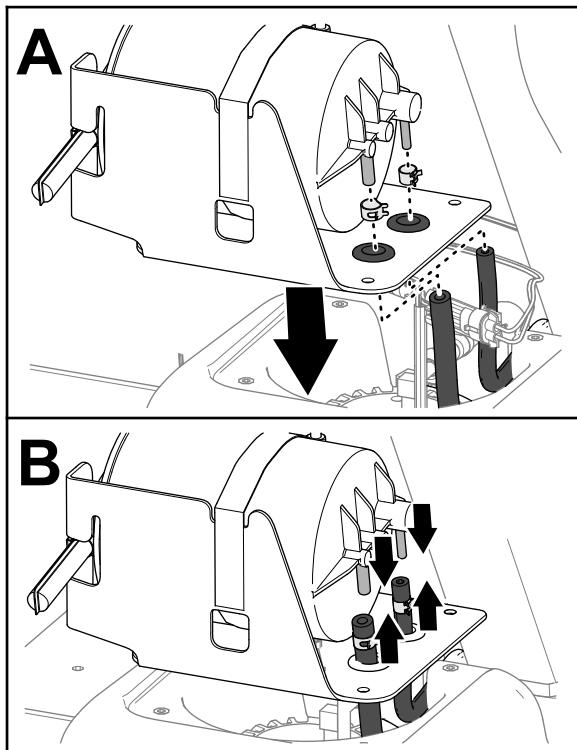

図 90
2. ホースにホースクランプを嵌める図 90。
3. カーボンキャニスタのフィッティングTにホースを取り付ける図 90。